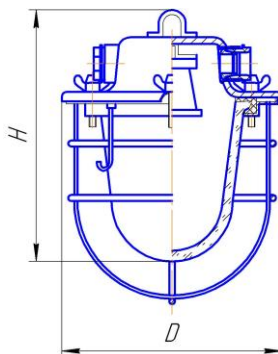

Рис.1
1. Распаковать светильник (рис.1);